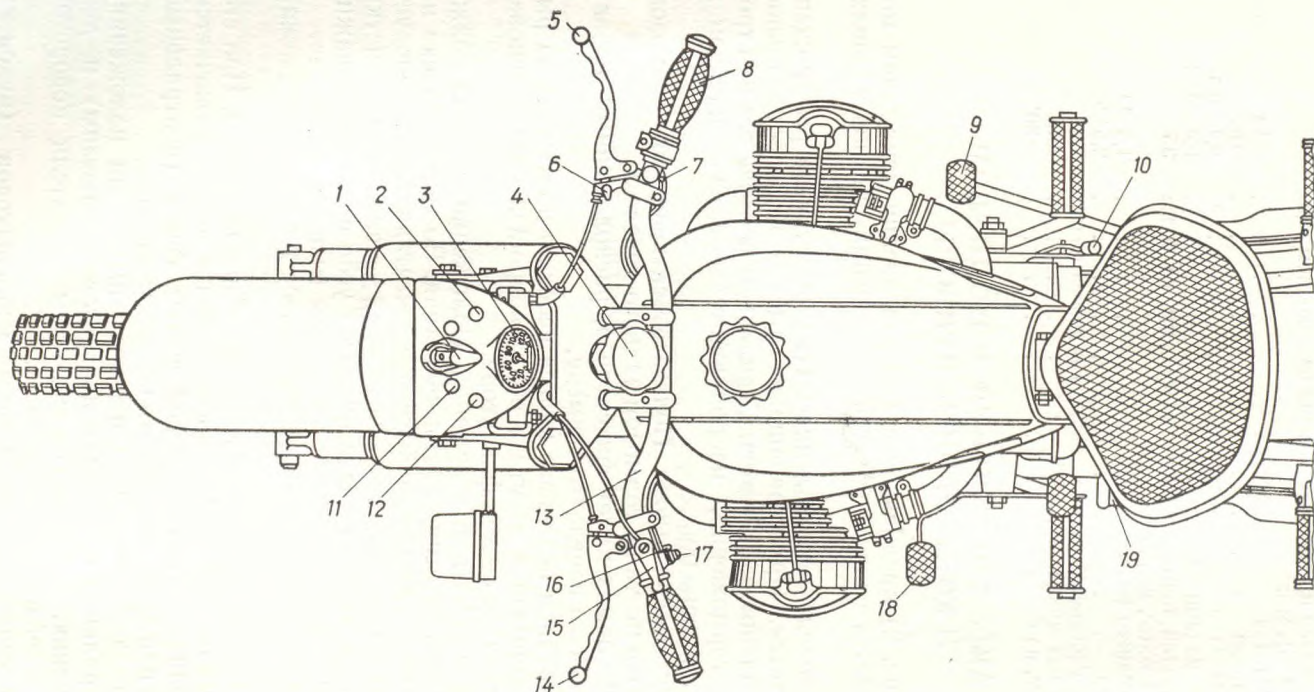
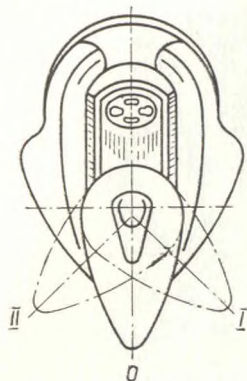

Рис. 2. Органы управления мотоциклом и контрольные приборы:
Рис. 4. Центральный переключатель (возможные положения ключа зажигания)
Руль 13 (рис. 2) предназначен для управления движением мотоцикла и является основанием для размещения органов управления.
Рукоятка 10 включения передачи заднего хода (рис. 2) расположена на коробке передач с правой стороны и имеет два положения: заднее — передача выключена, переднее — передача включена.
Ключ зажигания устанавливает центральный переключатель в такие положения (рис. 4):
2. Ключ вставлен до упора, центральный переключатель в среднем положении — положение 0. Включена система зажигания, подано питание на кнопку звукового сигнала, на выключатель сигнала торможения и на переключатель указателей поворотов. Горят на фаре: контрольная лампа 11 (рис. 2) зарядки аккумулятора (при неработающем двигателе), лампа-указатель 12 нейтрали коробки
3. Ключ вставлен до отказа и повернут вправо — положение I (рис. 4). Включены те же приборы, что и в положении 0, и горят: лампы габаритных огней заднего фонаря мотоцикла, переднего и заднего фонарей коляски, лампа освещения спидометра и одна из нитей большой лампы фары (дальний или ближний свет). Дальний и ближний свет переключаются поворотом рычажка 16 (рис. 2), расположенного в нижней части манетки опережения зажигания.
4. Ключ вставлен до отказа и повернут влево — положение II (рис. 4). В этом положении включены те же приборы, что и в положении 0, и горят: лампы габаритных огней заднего фонаря мотоцикла, переднего и заднего фонарей коляски, лампа стояночного света в фаре и лампа освещения циферблата спидометра (езда ночью по освещенным дорогам).